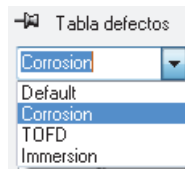

Figura 6-4 Selección de una categoría de lecturas predefinidas en la tabla de defectos
- En el cuadro de diálogo **Tabla defectos**, seleccione una categoría de lectura predefinida (ver Figura 6-4 en la página 192) para seleccionar las lecturas correspondientes en dicha tabla de defectos.